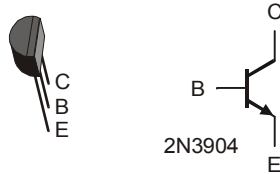

Figura 9-2
La Figura 9-2 mostra lo schema elettrico ed il disegno pratico del transistor 2N3904. Ci sono molti tipi diversi di transistor. Questo è chiamato NPN, e si riferisce al tipo di materiali usato per fabbricare il transistor ed al modo in cui questi materiali sono stesi sul supporto. Il modo migliore per iniziare è di pensare al transistor come ad una valvola usata per controllare la corrente. Transistor differenti controllano l'ammontare della corrente che li attraversa in modi diversi. Questo transistor controlla quanta corrente entra dal Collettore (C) ed esce dall'Elettore (E). Usa la quantità di corrente che scorre nella Base (B) per regolare la corrente che passa dal Collettore all'emettitore. Con una corrente molto piccola nella base B, una corrente di circa 416 volte più grande, scorre nel transistor entrando in C ed uscendo da E.